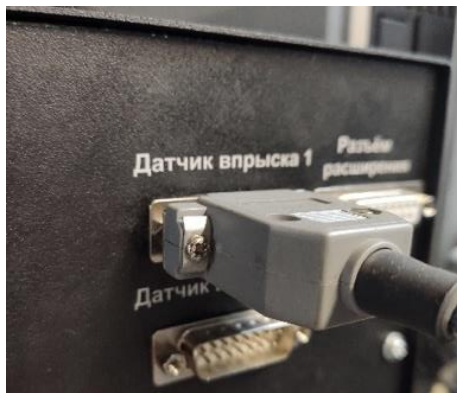

Рисунок 2.4 – Подключение кабеля датчика Load-Cell
- Произвести подключение кабеля датчика Load-Cell (доп. опция) в разъем «Датчик впрыска 1» блока Поток – UIS (рисунок 2.4);